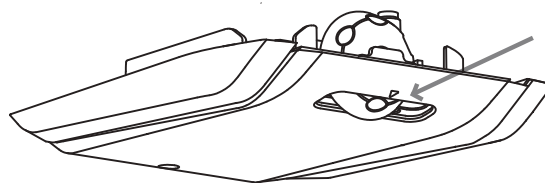

Fig. 1
- A unidade do termostato para controlo do aparelho está localizada no interior do compartimento do frigorífico (Fig. 1). Rode o botão do termostato para lá da posição "0". A luz liga-se quando a porta do frigorífico é aberta. Ao rodar o botão para "0" completamente desliga o produto.